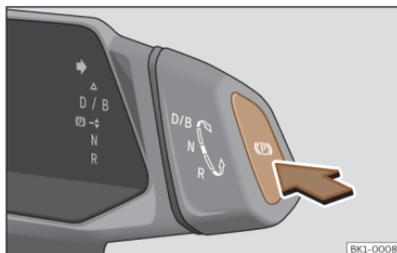

Fig. 141 En el selector de marchas: tecla del freno de estacionamiento electrónico.
- Con el vehículo detenido, pulse la tecla **P** >>> **fig. 141**.
- Pulse la tecla **P** >>> **fig. 141**. Se conecta el freno de estacionamiento electrónico.